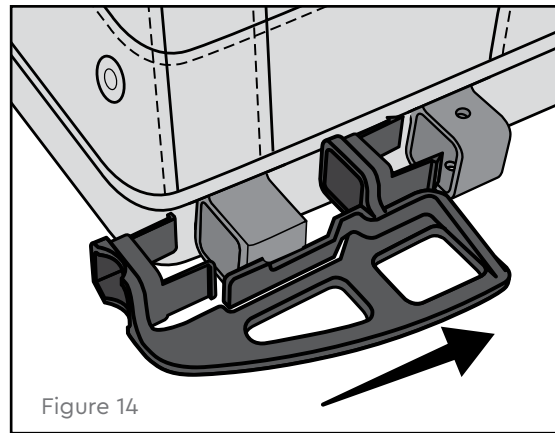

Figure 14
1. Positionnez le garde-roues comme indiqué (Figure 14).